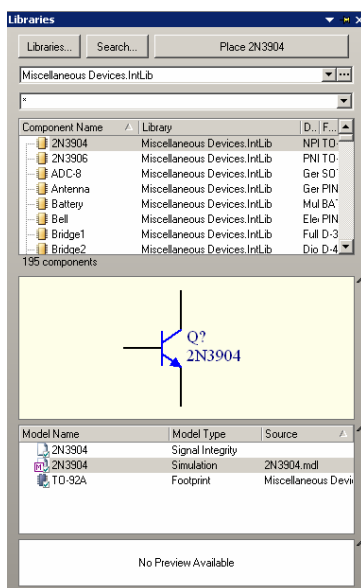

图 2.75 “Libraries”工作面板
(1) 启动 Altium Designer, 在“Workspace”列表中选择之前创建的设计空间“ExampleWorkspace.DSNWRK”, 系统自动调入设计空间中的 PCB 项目“ExamplePCB_Project.PrjPcb”, 启动原理图编辑模块, 打开“ExampleSheet.SchDoc”文件。
(2) 单击主窗口右侧的“Library”工作面板标签, 打开如图 2.75 所示的“Liberaries”